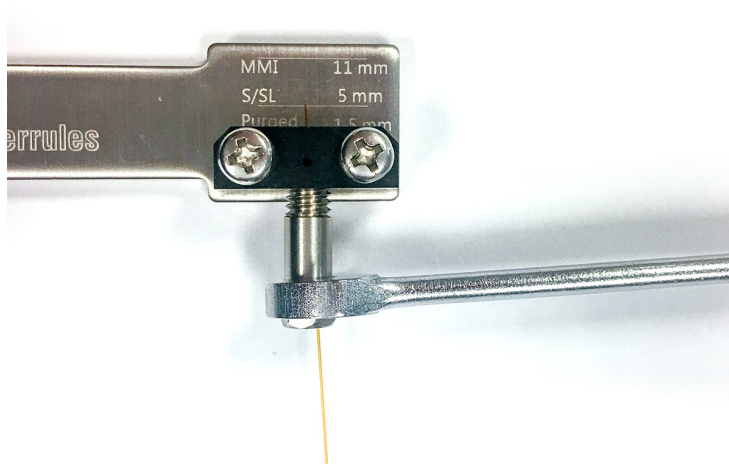

图 16. 拧紧色谱柱螺母
- c 检查密封垫圈是否夹紧色谱柱。如果是，则停止。否则，继续以 5 到 15 度的小增量拧紧色谱柱螺母。在每次递增后查看密封垫圈是否夹紧色谱柱。夹紧后立即停止。请参阅图 16。